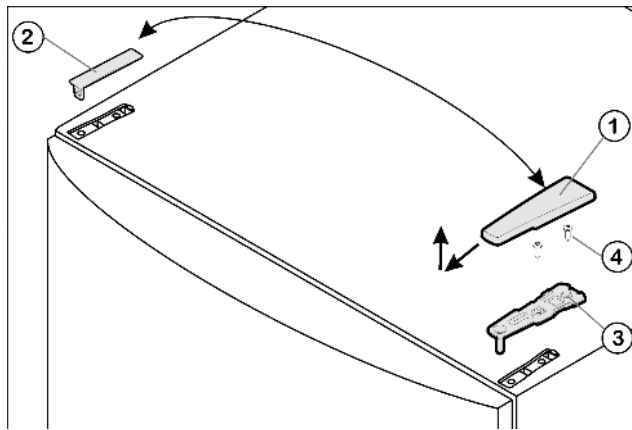

Fig. 4
- ▶ Потяните крышку Fig. 4 (1) вперед и вверх.
- ▶ Снимите крышку Fig. 4 (2).
- ▶ Открутите верхний опорный кронштейн Fig. 4 (3) (2 шт. Torx® 25) Fig. 4 (4) и вытяните вверх.
- ▶ Установите верхний опорный кронштейн Fig. 4 (3) на новой стороне шарнира и защелкните в дверце.
- ▶ Привинтите верхний опорный кронштейн (**с моментом 4 Нм**) (2 шт. Тох® 25) Fig. 4 (4). При необходимости проделайте отверстия или используйте аккумуляторную отвертку.
- ▶ Наденьте и защелкните крышку Fig. 4 (1) и крышку Fig. 4 (2) на противоположной стороне снаружи.